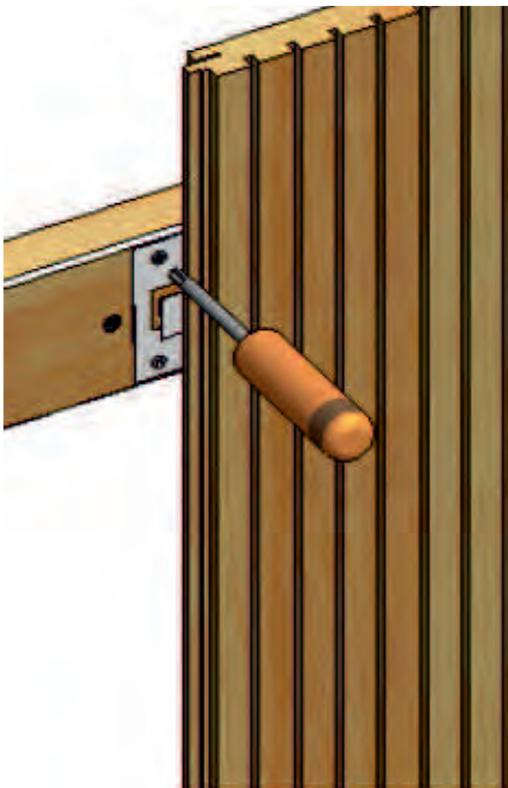

Bild 1: Nut- / Kammverbindung
Die Nut-Kammverbindungen (*Bild 1*) sind auf Gleichmäßigkeit und Produktionsrückstände zu überprüfen und gegebenenfalls zu säubern.
- Die BER Holz-F Akustikplatten werden mit der Schraubkralle (*Bild 1*) und falls erforderlich mit Druckluftnagler (*Bild 2*) durch Befestigungsklammer auf die Unterkonstruktion befestigt